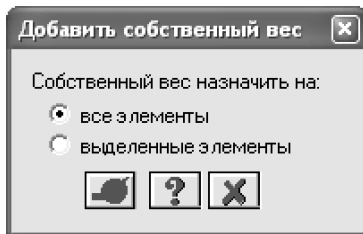

Рис.5.15. Диалоговое окно **Добавить собственный вес**
- С помощью меню **Нагрузки** ⇒ **Добавить собственный вес** вызовите диалоговое окно **Добавить собственный вес** (рис. 5.15).